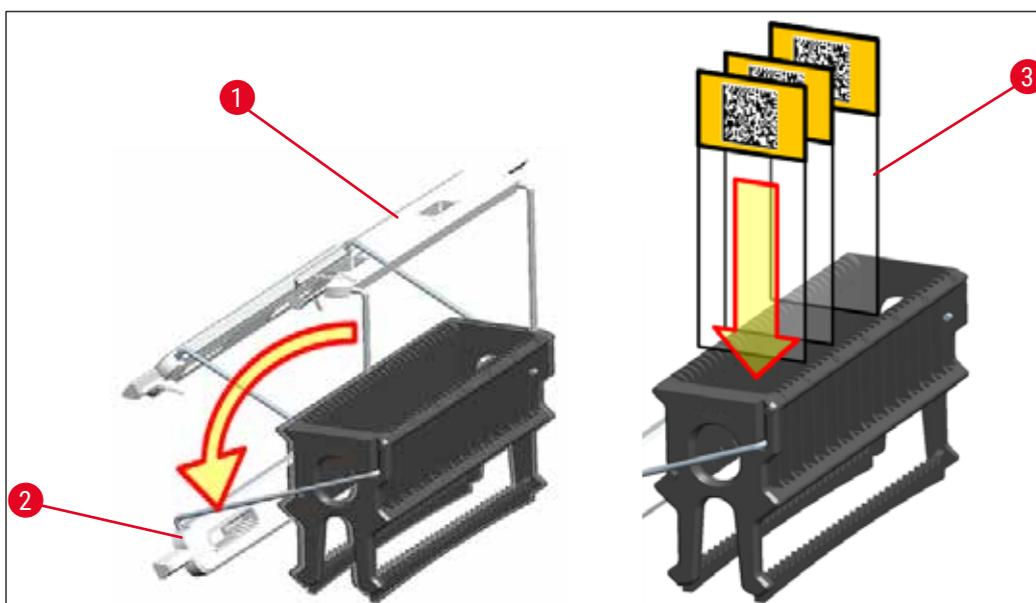

Fig. 85
- A frente do rack é rotulado com o logo da Leica. Com a alça conectada, é possível ler **DIANTEIRA** ao olhar para a alça (→ "Fig. 85").
1. Dobre o manuseio do rack na posição vertical (→ "Fig. 85").